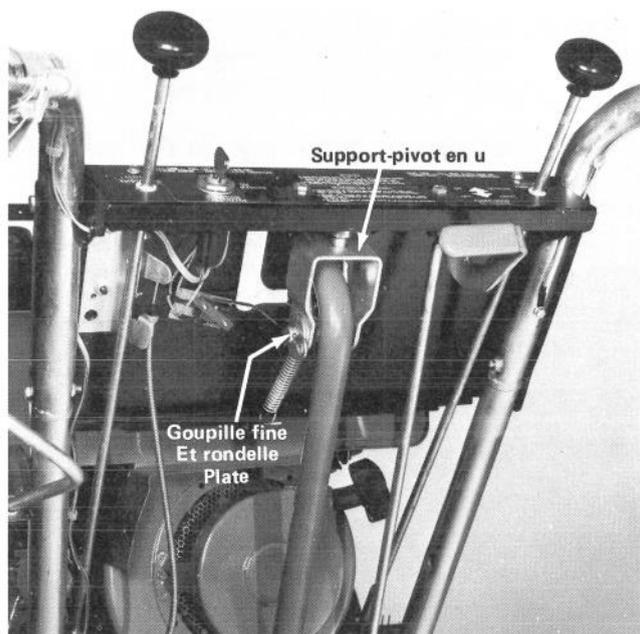

Figure 36
2. Dégagez du support-pivot en U l'arrière de la commande des roues en enlevant la goupille fine, la rondelle plate et la cheville d'étrier (Fig. 36). Ensuite, éloignez la commande du support-pivot en U.
3. Si la déneigeuse ne se débraie pas, faites faire un tour complet vers l'intérieur au support-pivot en U (Fig. 36).
4. Installez l'arrière de la commande des roues entre les branches du support en U avec une cheville d'étrier, une rondelle plate et une goupille fine (Fig. 36). La tête de la cheville d'étrier doit être du côté droit.